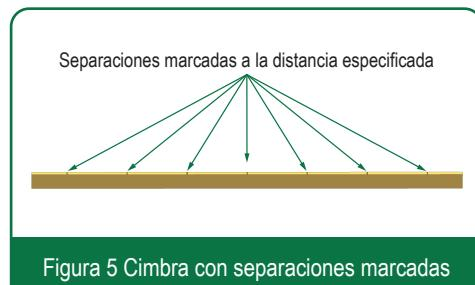

Figura 5 Cimbra con separaciones marcadas
- El procedimiento correcto considera un paso antes, marcar en el borde superior de la cimbra que va a contener el vaciado de concreto, la distancia proyectada entre los centros de cada placa de acero, de tal manera que esas líneas sirvan como referencia para la colocación de las Fundas. **Figura 5**